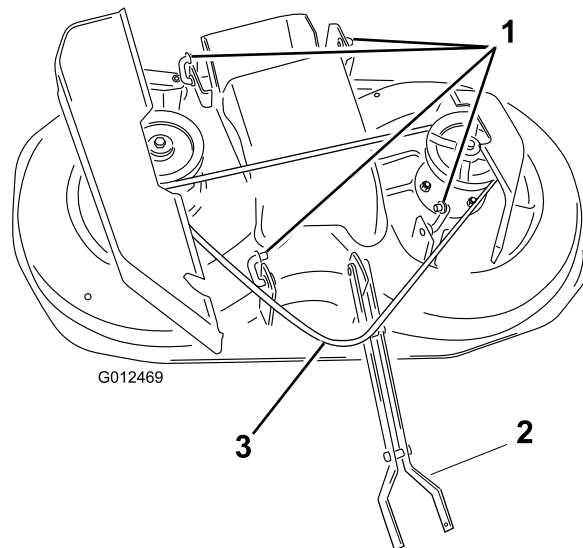

Figure 42
9. Enlevez la courroie de la poulie d'embrayage (Figure 42).
11. Retirez les goupilles des 4 fixations arrière puis déposez les fixations du tracteur (Figure 42).
**Remarque:** Vous pouvez laisser les fixations sur le plateau de coupe, comme illustré à la (Figure 42).